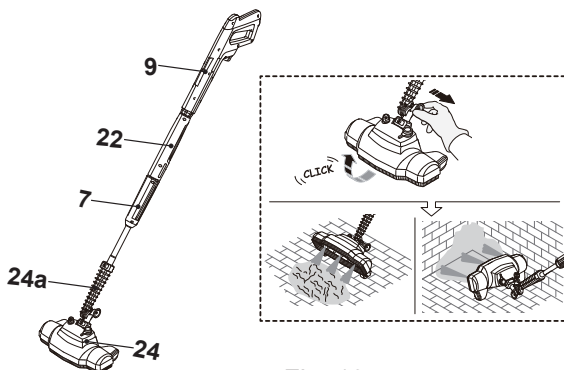

Fig. 13
4. Encaje firmemente la lanza corta de extensión (22) girando la manga (22b) en el sentido de las agujas del reloj (paso 3).
5. Alinee e inserte las lengüetas (7a) de la lanza de extensión (7) en las ranuras del puerto de desconexión de la lanza corta de extensión (22) (paso 4).
6. Encaje firmemente la lanza de extensión (7) girandola en el sentido de las agujas del reloj para fijarla en su sitio (paso 5). Asegúrese de que la flecha de la lanzacorta de extensión se alinea con la flecha de la lanza de extensión.
7. Coloque el cepillo barredor (24) en la lanza de extensión (7) (Fig. 13).